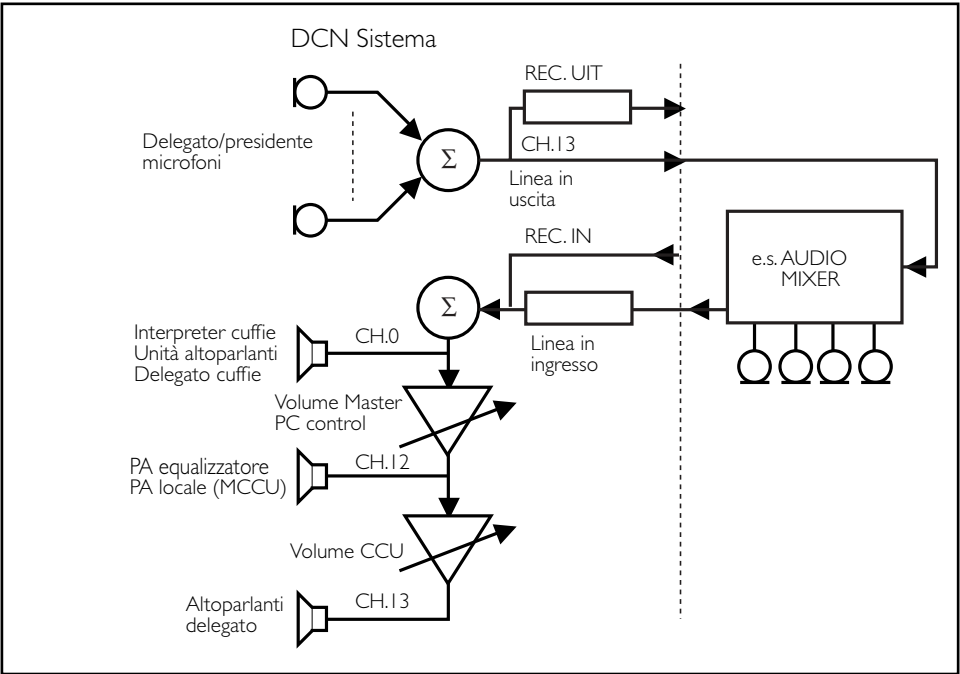

FIG. 4-9 Modalità Insertion
4.9.1 Modalità INSERTION (FIG. 4-9)
La FIG. 4-9 illustra l'instradamento audio nella CCU e nel dispositivo esterno.